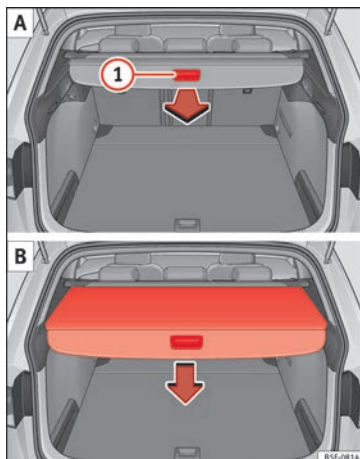

Bild 161 I bagageutrymmet: Dra tillbaka eller dra ut hatthyllan
- Dra jämnt i hatthyllan med handtaget » **bild 161** ① **A** bakåt tills den klickar på plats hörbart.
- Tryck på hatthyllans handtag i pilens riktning för att släppa den » **bild 161** **B**.